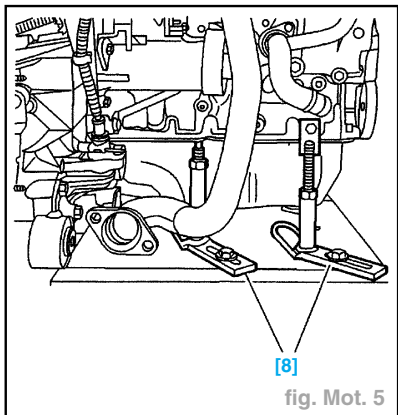

fig. Mot. 5
- Positionner les axes de maintien [8] 5704-T (fig. Mot. 5 et 6).